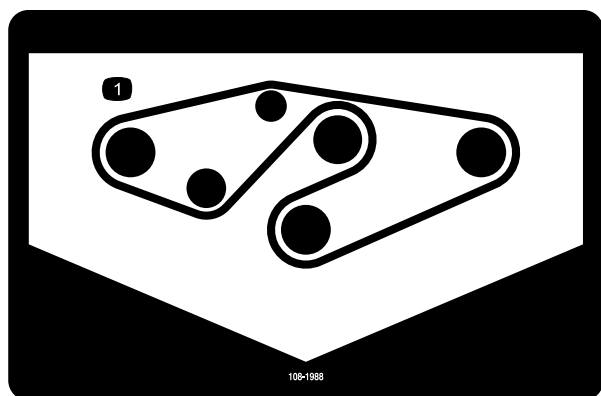

Bild 34
4. Verlegen Sie den neuen Riemen um die Spindelscheiben und die Spannscheiben, siehe Bild 34.